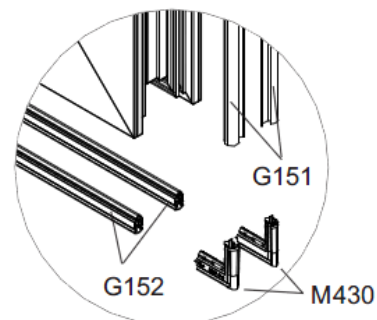

**Fig. 1** Guarnizione **G152** e **M422**
8. Infilare la guarnizione **G152** all'interno e all'esterno dell'anta lato orizzontale inferiore, infilare **M422** all'esterno della battuta centrale e incollarla alle estremità (Fig. 1).